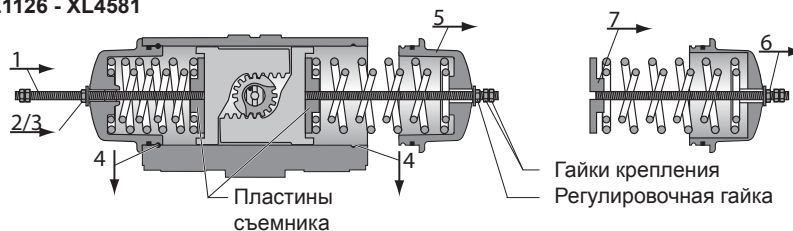

Рис. 5 Разборка торцевой крышки
- Отверните контргайки (24) и снимите оба ограничителя хода (22) и резьбовые уплотнения (23) или уплотнительные кольца (23a).
- Снимите индикатор (7) с верхней части шестерни (19). Для моделей XL26 - XL221 используйте торцовый ключ на 4 мм. На больших типоразмерах индикатор можно снять с верхней части шестерни привода.
- Снимите оба уплотнительных болта (28) и прокладки (29) с торцевых крышек (21).
- в моделях XL 26 – XL 681 в поршни (20)
- в моделях XL 1126 – XL4581 в пластину съемника (20a, см. также рис. 5) до конца хода (НЕ ЗАТЯГИВАЙТЕ ЧРЕЗМЕРНО), и проследите за тем, чтобы гайка и шайба были свободны по отношению к лицевой стороне торцевой крышки.
- Чтобы гайки крепления не вращались, удерживайте их гаечным ключом. С помощью другого ключа завинчивайте одновременно обе регулировочные гайки по пол-оборота (см. рис. 5) по часовой стрелке на стержнях, пока они не сделают точно два оборота. Таким образом будут прижаты
- в моделях XL 26 - XL681 в поршни (20)
- в моделях XL 1126 – XL4581 пластина съемника (см. также рис. 5) к торцевым крышкам (21), и пружины сожмутся. Сжатие пружины снимает давление пружины и разблокирует SAFEKEY для снятия.
- После снятия обоих SAFEKEY с помощью гаечного ключа поверните шестерню, разделив поршни (20), пока они частично не сдвинут торцевые крышки с корпуса.
- в моделях XL 26 - XL681 выдвигаются поршни (20), пружины и торцевая крышка
11 Чтобы сохранить комплект пружин в неприкосновенности (см. рис. 5), оставьте съемник на месте. Для разборки комплекта пружин отвинтите регулировочную гайку на стержне съемника, ослабив усилие пружины, удерживая стержень от вращения ключом за стопорные гайки.